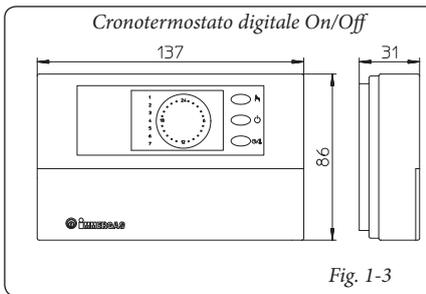

Fig. 1-3
- Cronotermostato digitale On/Off (Fig. 1-3). Il cronotermostato consente di: